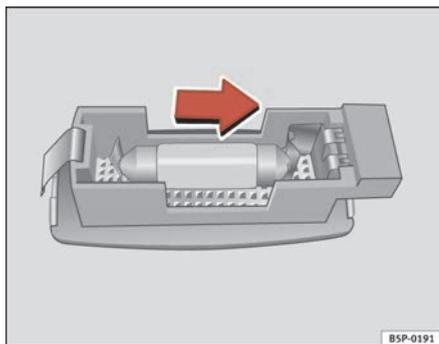

Fig. 197 Démontage de l'éclairage du pare-soleil
- Retirez la lampe avec précaution en utilisant la partie plate du tournevis comme indiqué sur la figure ⇒ fig. 197.
- Retirez la lampe en la bougeant dans le sens de la flèche et vers l'extérieur ⇒ fig. 197. ■